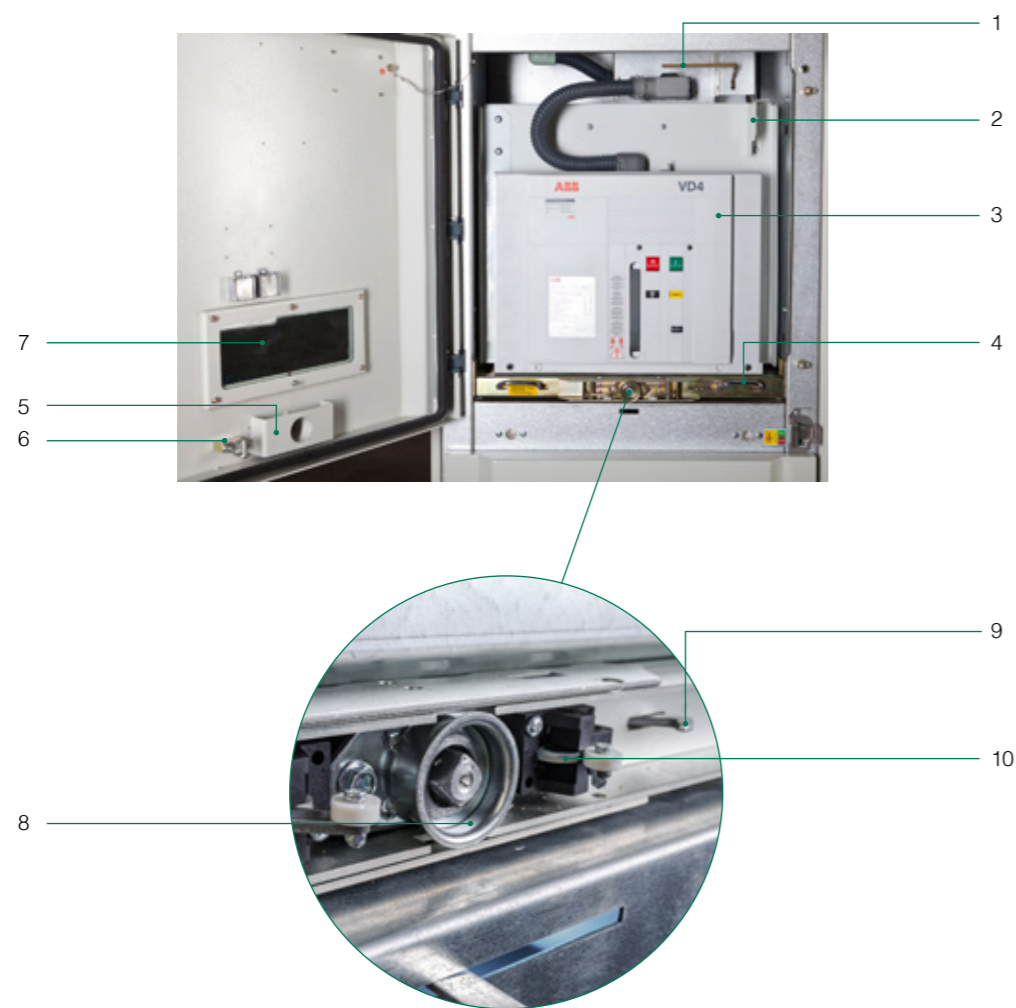
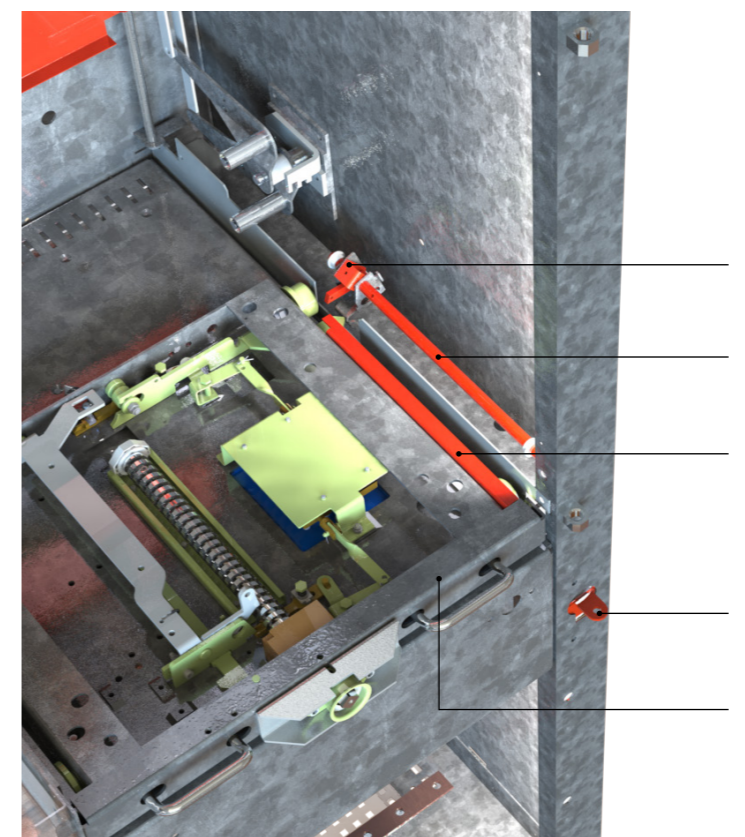
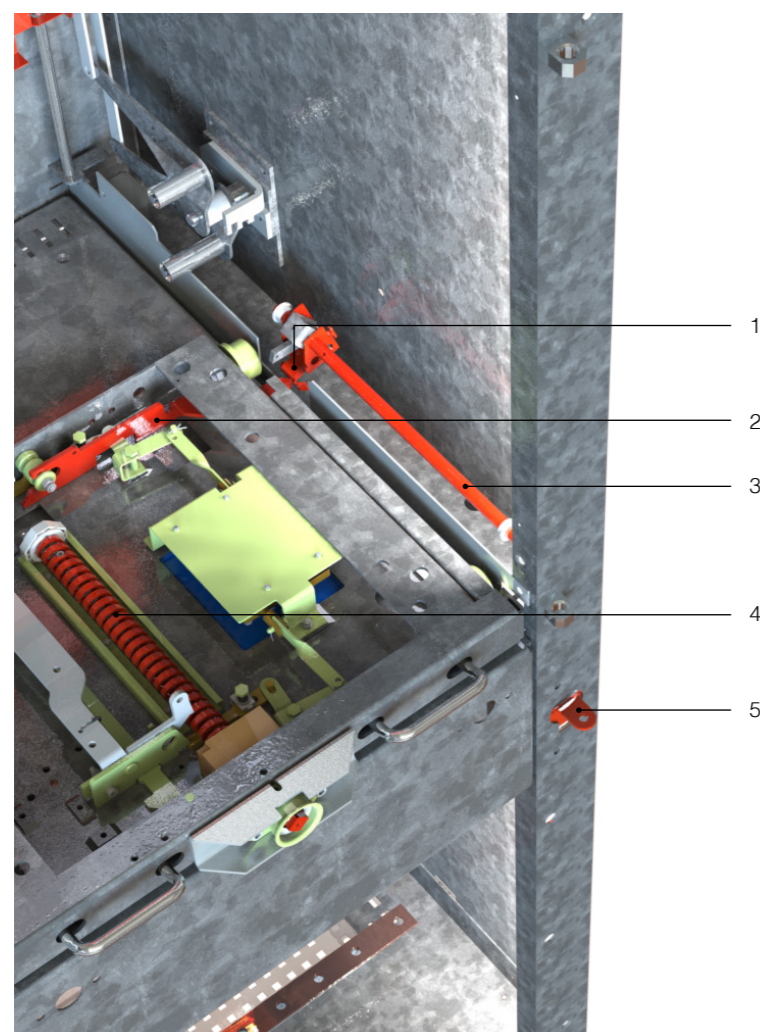
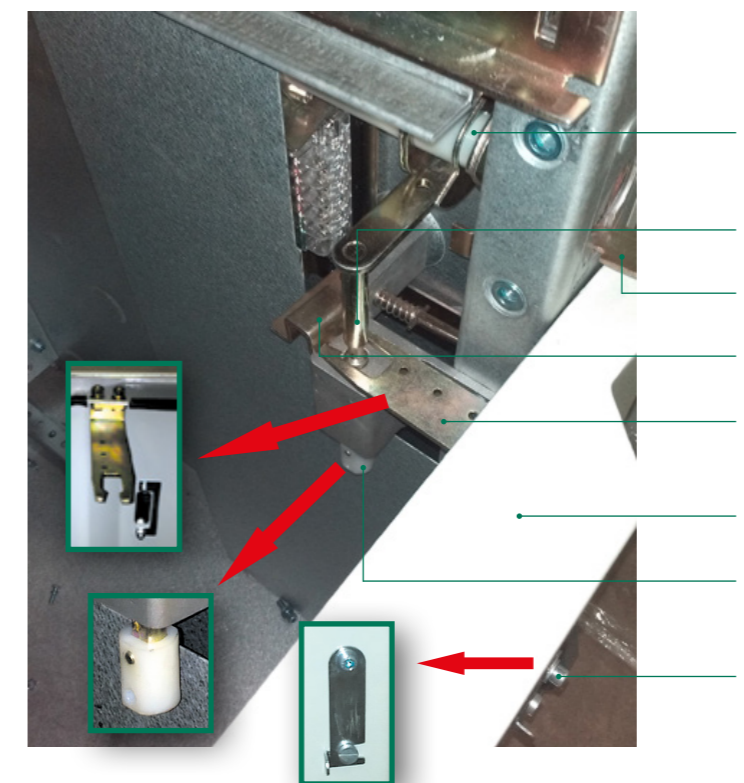

Рис. 3.22. Блокировки в отсеке выкатного элемента
Рис. 3.23. Блокировки включения заземляющего разъединителя
Рис. 3.24. Блокировка перемещения выкатного элемента в рабочее положение при включенном заземляющем разъединителе
Рис. 3.25. Блокировки двери кабельного отсека
Блокировка реализована на основании тележки выкатного элемента и в конструкции двери ОВ (Рис. 3.22). На основании тележки выкатного элемента, справа и слева от гнезда управления валом привода (8), расположены два коромысла (10) с пластиковыми роликами на концах. Для начала перемещения тележки необходимо вставить рукоятку (входит в комплект поставки) в гнездо привода, надавить на
Блокировка реализована на основании тележки выкатного элемента и в конструкции двери ОВ (Рис. 3.22). На основании тележки выкатного элемента, справа от гнезда управления валом привода выкатного элемента, расположен крюк 9. На двери отсека, через проставку, закреплена петля 6. При закрытой двери отсека петля находится напротив крюка.
Гнездо управления заземляющего разъединителя оборудовано шторкой (поз.4, Рис. 3.23), ограничивающей доступ для рукоятки управления. Для оперирования разъединителем шторку необходимо сдвинуть вниз, нажав на язычок. Шторка при помощи тяги связана с валом блокировок выкатного элемента (поз.2, Рис. 3.23), который крепится в специальные места установки (поз.5, Рис. 3.22) на правом направляющем полозе (поз.8, Рис. 3.22). На валу блокировок установлен штифт (поз.1, Рис. 3.22). При опускании шторки, она через тягу проворачивает вал блокировок, при этом штифт выдвигается и совершает
перемещения, перпендикулярные направлению движения выкатного элемента. Вал блокировок подпружинен, поэтому при отсутствии давления на шторку, она самопроизвольно поднимается вверх до упора. На тележке установлен специальный блокировочный уголок (поз.3, Рис. 3.22). В случае, если тележка находится в положении, отличном от контрольного, при попытке опустить шторку, нажав на язычок, вал блокировок начнет поворачиваться. При этом штифт, совершая продольное движение, упрется в уголок блокировки тележки, блокируя доступ к гнезду заземляющего разъединителя.
Гнездо управления заземляющего разъединителя оборудовано шторкой (поз.5, Рис. 3.25), ограничивающей доступ для рукоятки управления. Для включения заземляющего разъединителя шторку необходимо сдвинуть вниз, нажав на язычок. После включения заземляющего разъединителя шторка фиксируется в открытом положении. Шторка при помощи тяги связана с валом блокировок выкатного элемента (поз.3, Рис. 3.24), который крепится в специальные места установки (поз.5, Рис. 3.22) на правом направляющем полозе (поз.8 Рис. Рис. 3.24). На валу блокировок установлена пластина блокировки заземляющего разъединителя (независимо от штифта) (поз.1, Рис. 3.24).
При опускании шторки, последняя через тягу проворачивает вал блокировок, при этом пластина выдвигается перпендикулярно направлению движения выкатного элемента. В тележке выкатного элемента установлен шток (поз.2, Рис. 3.23), который механически связан с валом привода ВЭ (поз.4, Рис. 3.24). В случае, если тележка находится в контрольном положении, шток располагается напротив пластины блокировки заземляющего разъединителя. При попытке опустить шторку, нажав на язычок, вал блокировок начнет поворачиваться, при этом пластина, выдвигаясь, нажмет на шток тележки выкатного элемента, при этом вал привода будет заблокирован.
Для реализации блокировки на двери кабельного отсека (Рис. 3.25) устанавливается блокировочная пластина (поз.4), с прорезью на конце. Внутри кабельного отсека, к правой боковой стенке, крепится подпружиненный шток с проточкой (поз.2). При включении заземлителя, вал привода заземляющего разъединителя (поз.1) нажимает на шток,
Для реализации блокировки на двери кабельного отсека устанавливается блокировочная пластина (поз. 4, Рис. 3.25), с прорезью на конце. Внутри кабельного отсека, к правой боковой стенке, крепится подпружиненная скоба (поз. 8, Рис. 3.25).
В спокойном состоянии штырь, прикрепленный к скобе, блокирует опускание шторки блокировки заземляющего разъединителя (поз. 3, Рис. 3.25). При закрывании двери кабельного отсека (поз. 5, Рис. 3.25), пластина упирается в скобу, сдвигает ее, при этом шторка ЗР разблокируется.